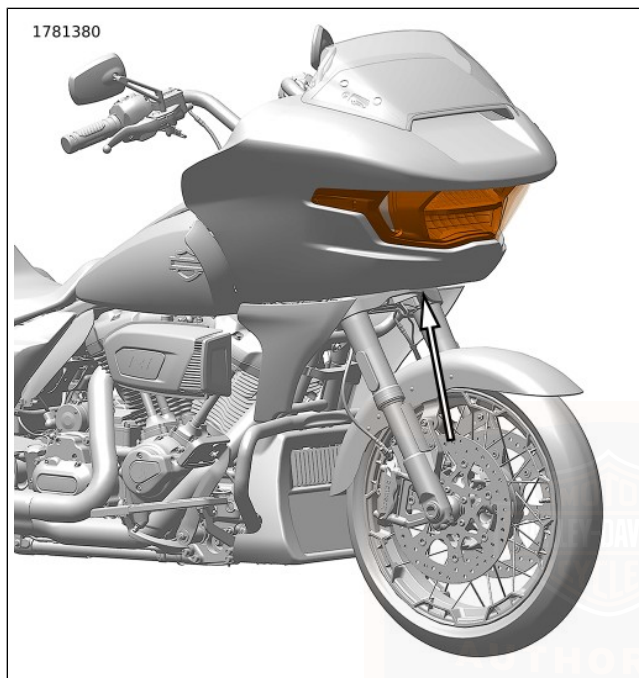
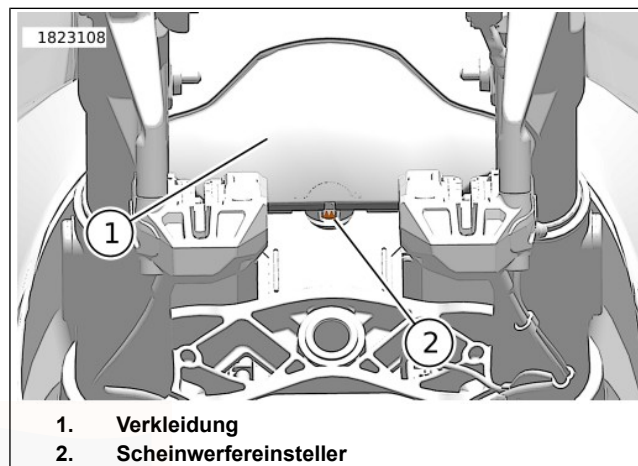

Abbildung 134. Scheinwerfereinstellschraube
Abbildung 135. Scheinwerfereinsteller (Ansicht von der Unterseite der Verkleidung aus)
- a. Siehe Abbildung 134 oder Abbildung 135. Einen entsprechend großen Kreuzschlitzschraubendreher Nr. 2 vertikal hinter der Bugschutzabdeckung einführen.